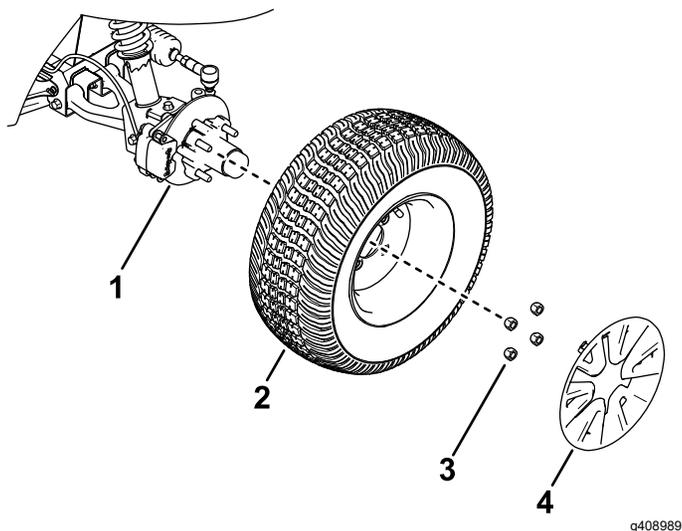

図 24
2. ホイールカバーと、ホイールをハブに固定しているラグナット4個を外す 図 24。
4. ホイールをハブに取りつける。空気バルブを外側に向けて取り付けること 図 24。
5. ラグナットを使用して、ハブにホイールを取り付ける 図 24。